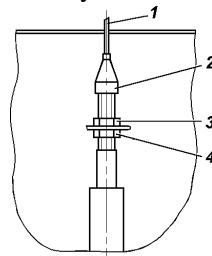

Рис. 9.9. Регулировка привода педали акселератора:
**Привод педали акселератора** в процессе эксплуатации может потребовать регулировки натяжения троса. Для натяжения троса отверните гайку 3 (рис. 9.9) и затяните гайку 4.